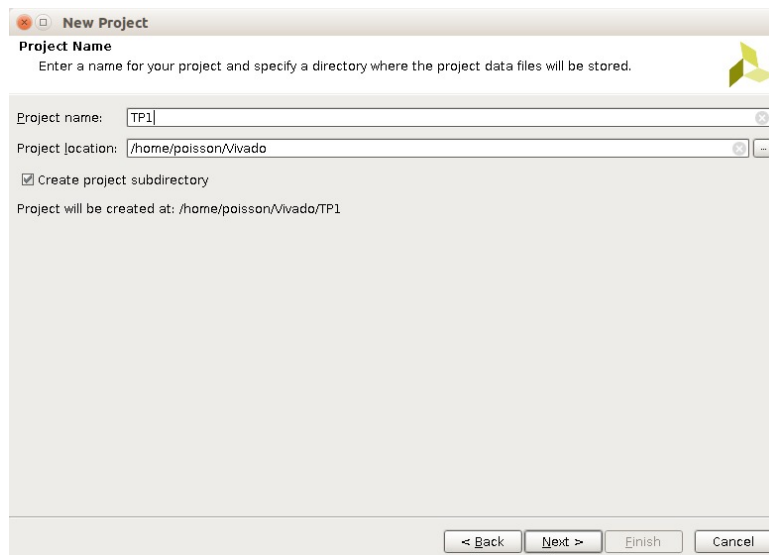

Figure 4: Copie écran - Création du projet, nom et répertoire de travail
1. Cliquez sur le bouton créer un projet, "Create new project". S'ouvre alors une fenêtre de dialogue, cliquez sur Next. Apparaît telle la figure 4 la demande de saisie d'information sur le projet.